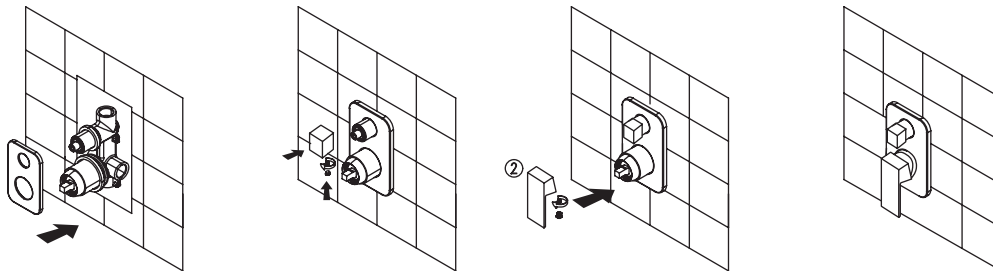

Рис. 4 / 4 сур.
6. После окончания отделки стены пластиковые колпаки снимаются, устанавливается декоративная панель, ручки корпуса и дивертора (рис. 4).